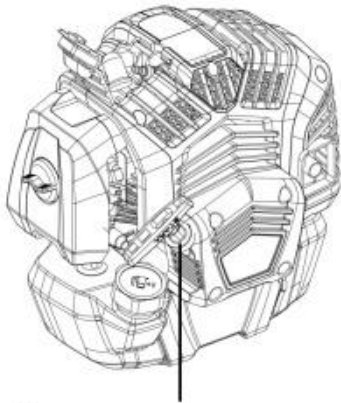

Fig. 28
2. Houd het product stabiel en trek lichtjes aan de handgreep van de terugloopstarter tot je voelt weerstand en trekt er dan snel aan. Herhaal dit totdat de motor start (Fig. 28).